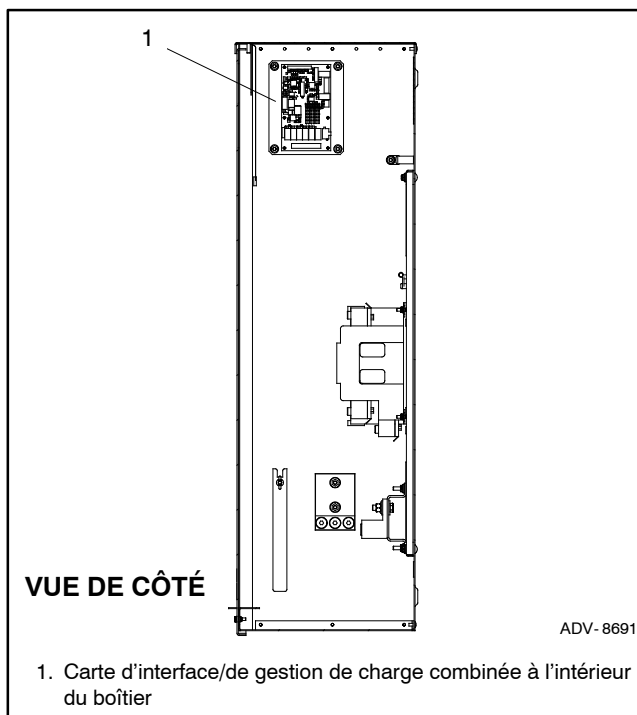
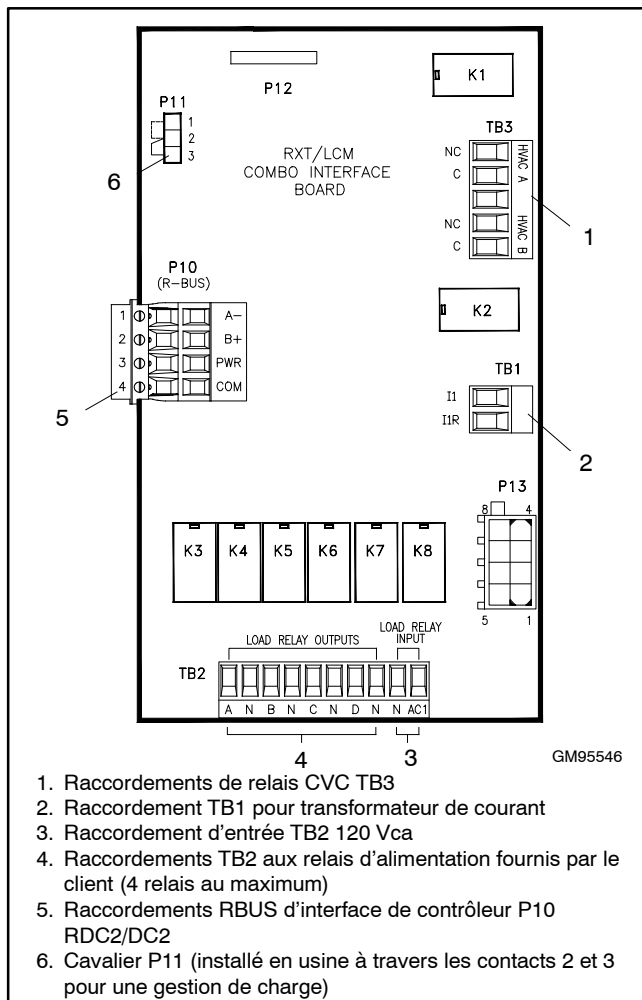

Figure 2-16 Emplacement de la carte d'interface typique
Figure 2-18 Raccordements client de carte d'interface/de gestion de charge combinée
7. Raccordements RBUS : raccorder le connecteur de l'interface du contrôleur vers les contacts A, B, PWR et COM sur le bornier P10 de la carte de gestion de charge/d'interface. Voir Figure 2-16 et Figure 2-18. Les raccordements RBUS au contrôleur du groupe électrogène sont similaires à ceux de la carte d'interface standard et la carte combinée. Voir les instructions sur le raccordement d'interface à la section 2.6.
8. Raccorder les câbles du transformateur de courant au connecteur TB1 sur le circuit imprimé de gestion de charge/d'interface. Prolonger les câbles, si nécessaire, en utilisant les câbles fournis par le client. Voir la Figure 2-18 ou le schéma de câblage dans la section 6 pour connaître l'emplacement du connecteur.
11. Vérifier que le cavalier est installé à travers les contacts P11-2 et P11-3 sur la carte d'interface combinée. Voir Figure 2-18.
12. Connecter les charges CVC à TB3. Voir Figure 2-18. Noter les priorités de systèmes CVC A et B par rapport aux charges A à D. Voir Figure 2-19 et Section 2.7.3.
6. Rechercher la carte de gestion de charge/d'interface combinée, qui est typiquement installée sur le côté supérieur gauche du boîtier. Voir Figure 2-16, si nécessaire.